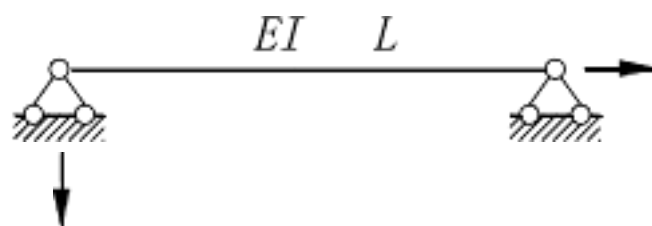

图 3
3. 写出图 3 单元在整体坐标系下的单元刚度矩阵, 忽略杆件的轴向变形。(6分)